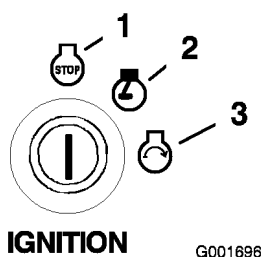

Figure 14
6. Tournez la clé de contact en position démarrage (Figure 14). Relâchez la clé quand le moteur démarre.
4. Tournez la clé de contact à la position contact coupé et retirez-la (Figure 14).